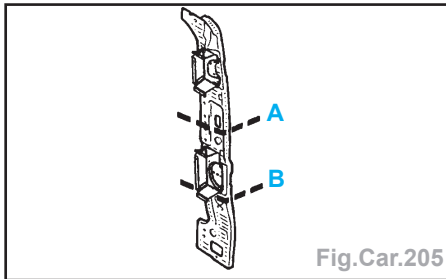

Fig.Car.205
- Cette opération s'effectue suivant trois possibilités (Fig.Car.205) :